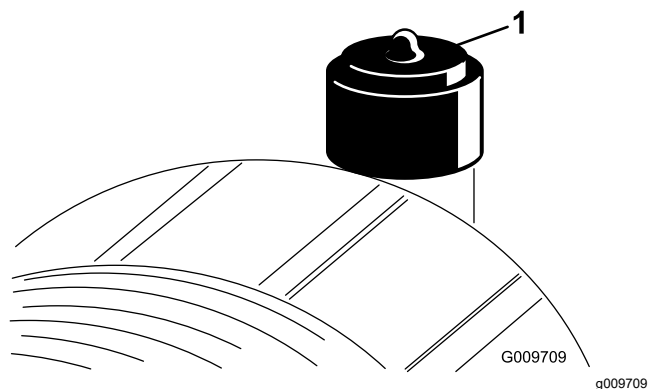

Figura 55
Întrețineți filtrul de aer doar când indicatorul privind restricția (Figura 55) solicită acest lucru. Schimbarea filtrului de aer înainte de a fi necesar mărește pericolul de pătrundere a murdăriei în motor atunci când îndepărtați elementul.
2. Resetați indicatorul privind restricția (Figura 55) dacă este roșu.